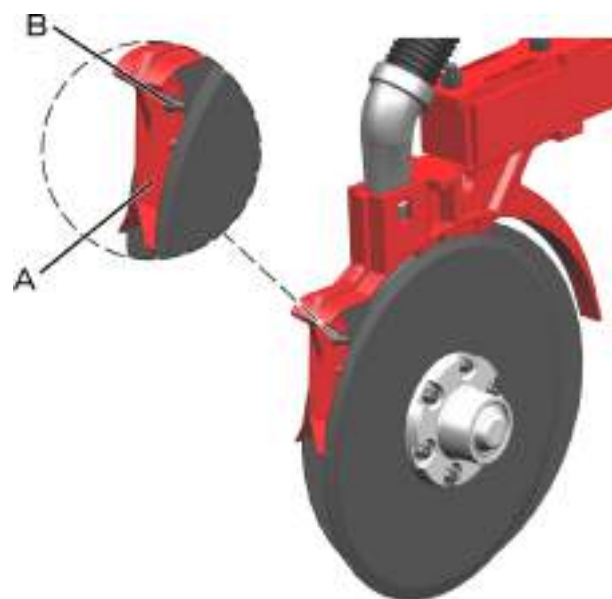

fig. 116
Realize periodicamente a regulagem dos limpadores (A) (fig. 116) dos discos duplos desencontra. Para fazer o ajuste dos limpadores, aperte o parafuso (B) e a porca (C).